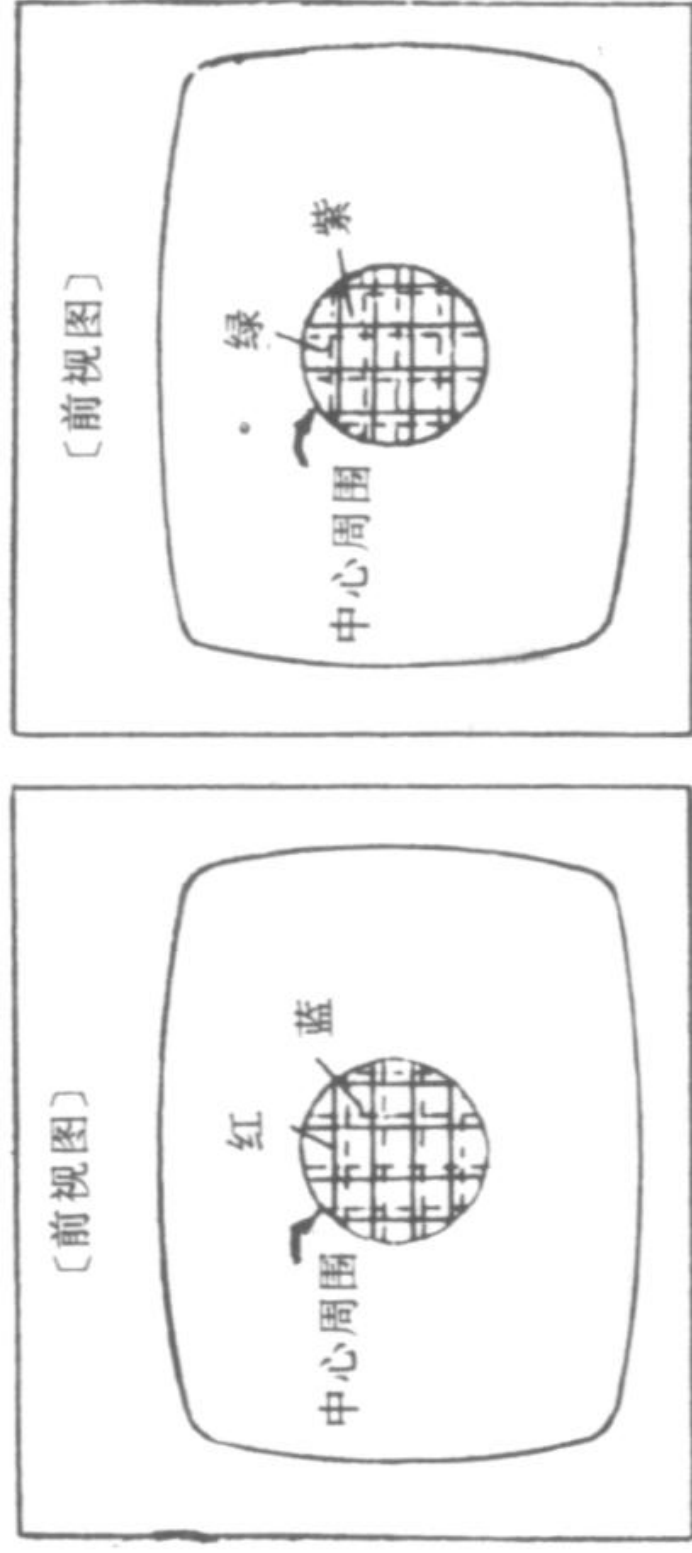

图 2-6
③ 同时旋转前面的一对凸耳,使得荧光屏中心周围的红线和蓝线间隔减至最小,改变这两个凸耳之间的夹角来调整红色和蓝色会聚(见图2-6)。